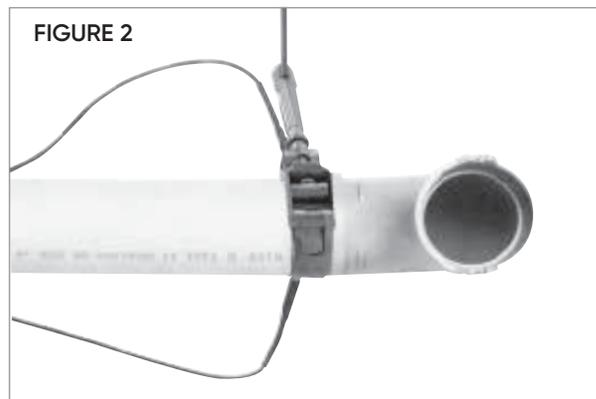

FIGURE 2
9. En suivant la consigne affichée « CONNECT LEADS AND FITTINGS » (connecter les fils et raccords), brancher les fils de sortie (figure 2). Le cas échéant, brancher le câble de liaison pour fusions multiples.